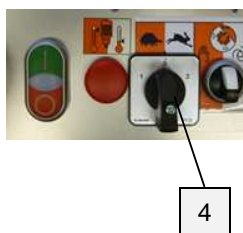

Рис. 43: ZP 3 М с переключением полюсов
2. Включить ZP 3 М (рис. 43), переключатель с переключением полюсов (4) повернуть влево.
5. Как только из конца шланга для подачи раствора пойдет раствор, перевести переключатель (3) и (4) в положение «0» (среднее положение).